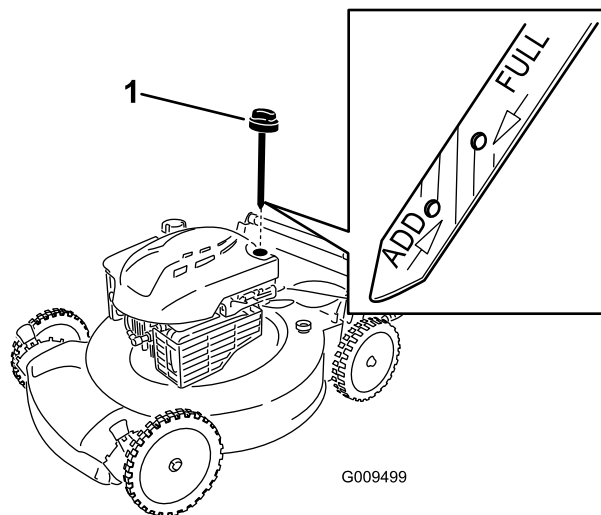

Figure 19
6. Retirez la jauge de niveau du tube de remplissage (Figure 19).